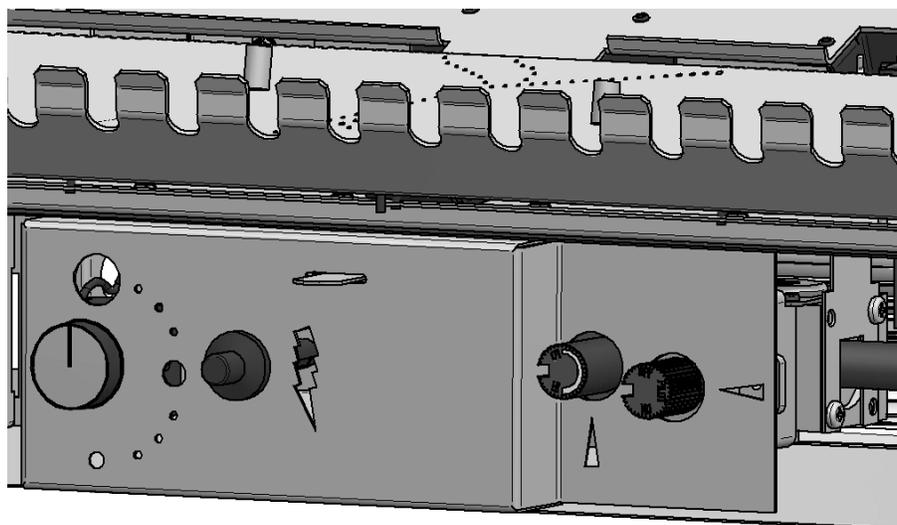

Figure 2
1. Pour éteindre seulement le brûleur principal, éteignez l'interrupteur mural, le thermostat ou l'interrupteur Marche/Arrêt qui se trouve à gauche sous la tablette à cendres tel qu'illustré à la figure 2.
L'appareil est muni d'une valve dont le bouton « HI/LO » (Feu élevé/réduit) permet de contrôler le débit calorifique et la hauteur des flammes (Figure 2).